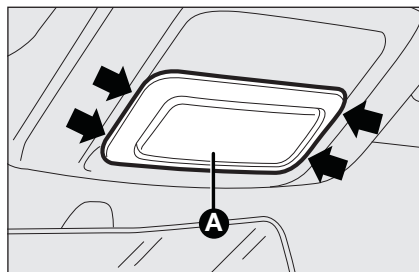

fig. 25
- ☐ Lirk loftslampen **A**-fig. 25 ud på det viste punkt med pilene ved hjælp af den medfølgende skruetrækker.